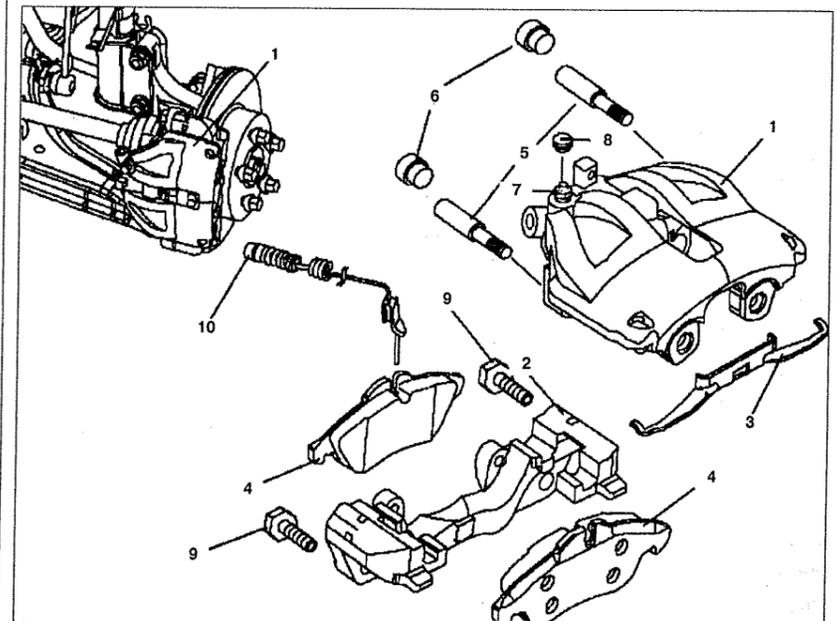

Рис. 9.4. Суппорт переднего тормозного механизма:
3. Отсоедините тормозную трубку от тормозного суппорта 1 (см.рис.9.4).